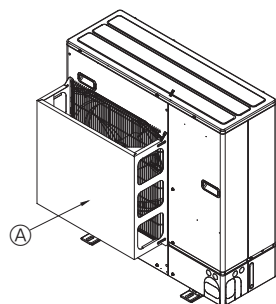

Fig. 2-5
- ② Установіть додатковий повітропровід, якщо блок встановлено в місці, де сильні вітри внаслідок тайфунів можуть перешкоджати циркуляції повітря через отвір для виходу повітря. (Fig. 2-5)